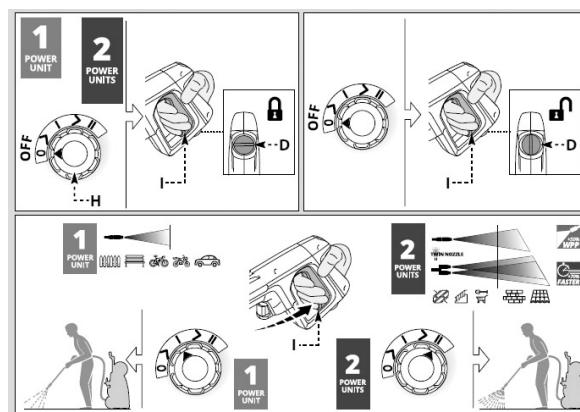

Fig.7: Dispositivos operativos
9.2 Encender (Fig.7)
Paso 2: suelte el bloqueo (D) de la pistola.
Paso 3: Accione el bloqueo (Elemento D, Fig. 7) de la pistola.
Paso 1: Libere el bloqueo (elemento D, fig. 7) de la pistola.
Paso 6: Vuelva a presionar el bloqueo (elemento D, fig. 7) de la pistola.